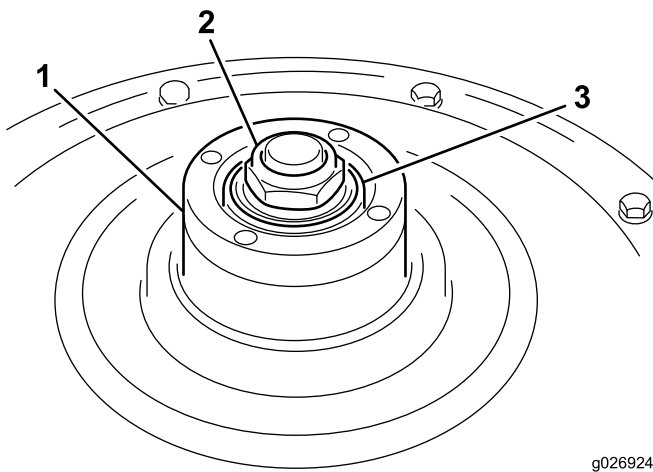

Figure 2
1. Faites tourner le moyeu de roue (Figure 2) pour contrôler le réglage du roulement. Une légère résistance peut être ressentie pendant la rotation du moyeu. En l'absence de résistance, serrez l'écrou de moyeu de roue (Figure 2) jusqu'à ce que vous sentiez une légère résistance du moyeu pendant la rotation.
2. Contrôlez l'état du joint torique et vérifiez qu'il est bien engagé à l'intérieur du moyeu de roue (Figure 2).